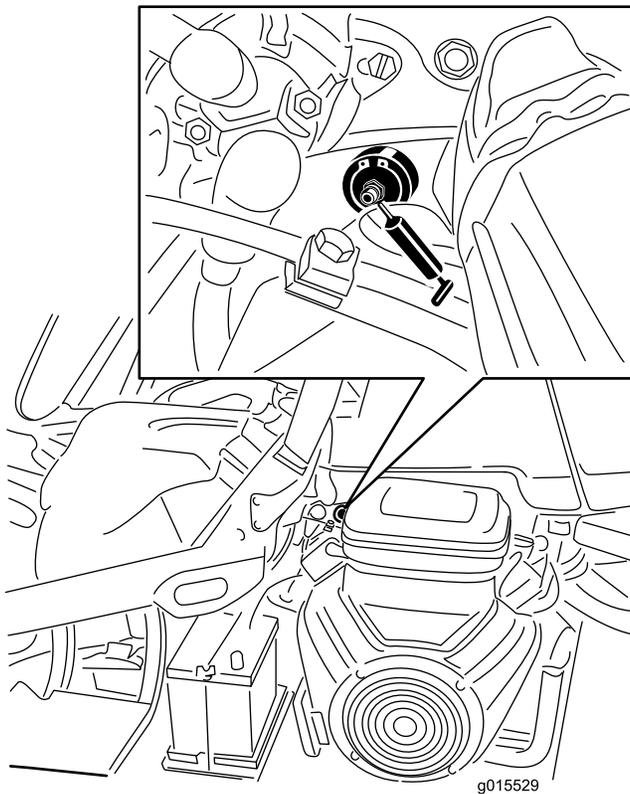

Bild 41
1. Wischen Sie die Schmiernippel ab, um das Eindringen von Fremdkörpern in die Lager und Büchsen zu vermeiden (Bild 41).